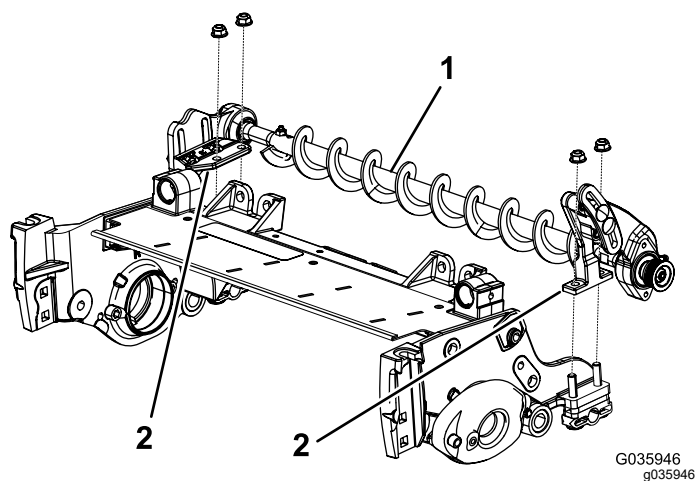

Figura 7
2. Coloque os suportes de montagem do conjunto da escova do rolo nos parafusos de suporte do rolo (Figura 7). Prenda os suportes de montagem do conjunto da escova às placas laterais da unidade de corte com as porcas previamente removidas.